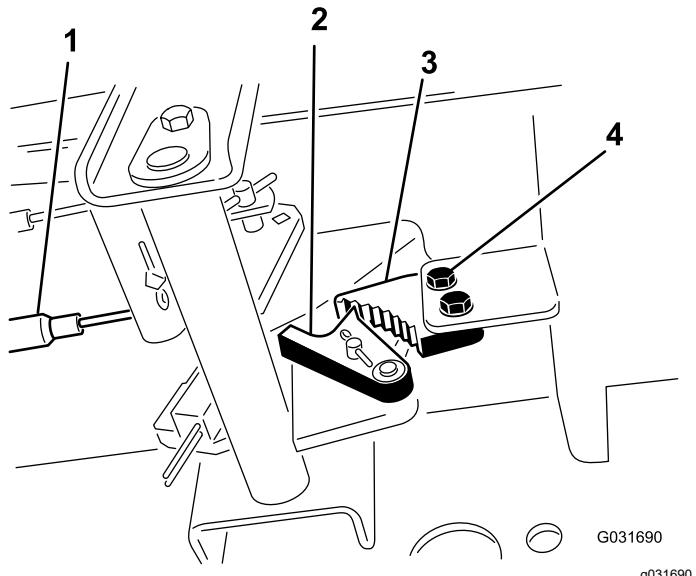

Figura 89
1. Afloje los 2 tornillos que fijan el trinquete del freno de estacionamiento al bastidor (Figura 89).
2. Pise el pedal del freno de estacionamiento hacia adelante hasta que la uña se enganche a fondo en el trinquete del freno (Figura 89).